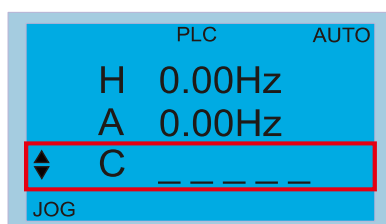

图 16-2、
8. 将参数 00-04 设定为 28 时，显示的值为 PLC 缓存器 D1043 之值，如下图 16-2 所示：